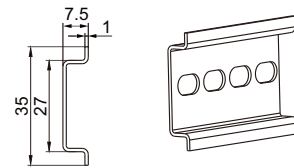

图1
- ◆ 安装在TH35-7.5(1.0)标准导轨上(图1)。